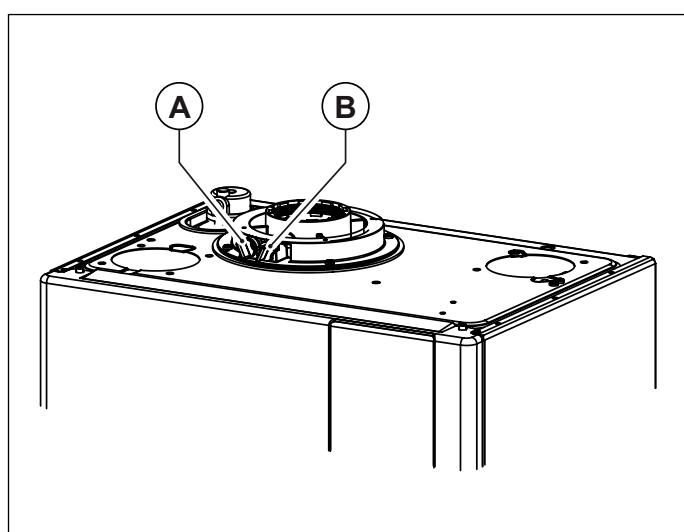
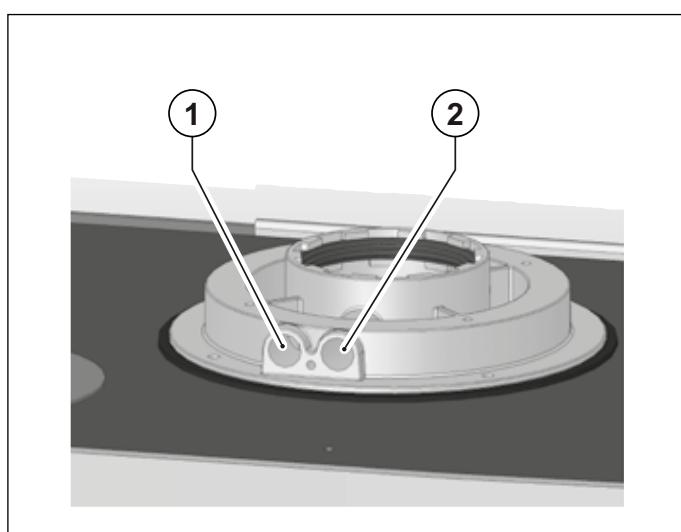

Fig. 20 Poziția bușoanelor
Fig. 21 Poziția orificiilor
Centrala termică este prevăzută cu un turn pentru racordarea conductelor de aspirație aer/evacuare gaze arse (vezi Fig. 20 Poziția bușoanelor și Fig. 21 Poziția orificiilor).
În turn au fost prevăzute orificii pentru accesul direct al aerului de combustie și pentru evacuarea gazelor arse (vezi Fig. 20 Poziția bușoanelor).
Înainte de a efectua măsurările înălăturăți bușoanele A și B din orificiile prevăzute pe turn (vezi Fig. 20 Poziția bușoanelor).
- măsurarea aerului de combustie preluat din orificiul 1 (vezi Fig. 21 Poziția orificiilor).
- măsurarea temperaturii gazelor arse și a CO2 prelevat din orificiul 2 (vezi Fig. 21 Poziția orificiilor).